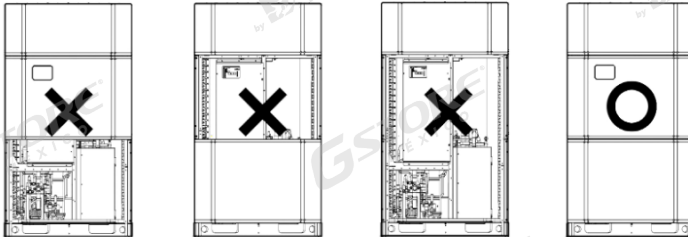

Fig.4.2.2
3. Al depurar, el panel frontal de la unidad exterior debe estar completamente cerrado, de lo contrario afectará la precisión de la depuración (como se muestra en la Fig.4.2.2 como se muestra a continuación).